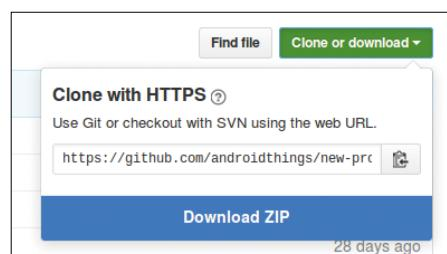

Figure 3. GitHub est et reste une pénibilité.
**figure 3** pour télécharger un exemple de squelette de projet.